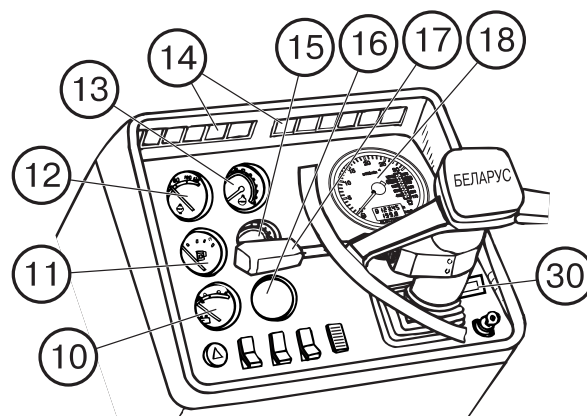
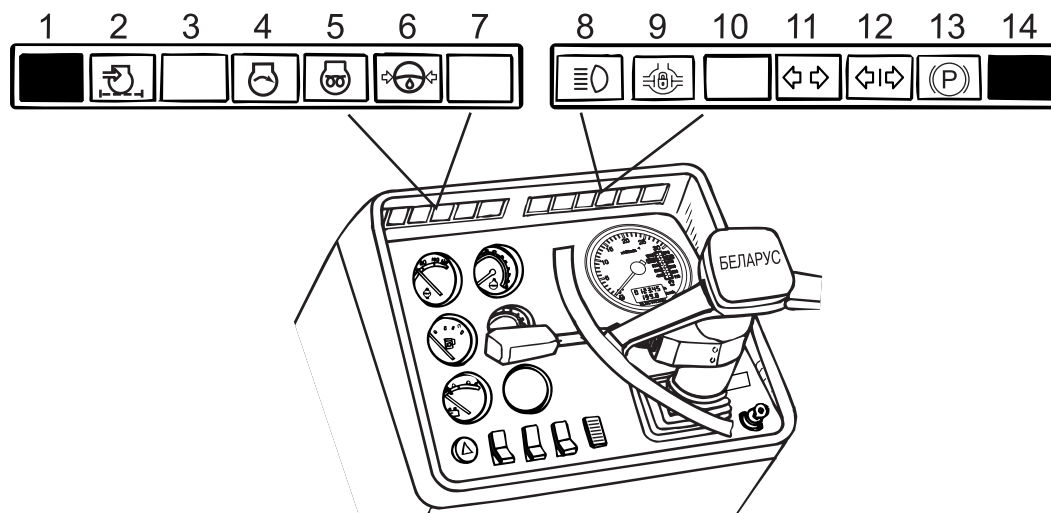
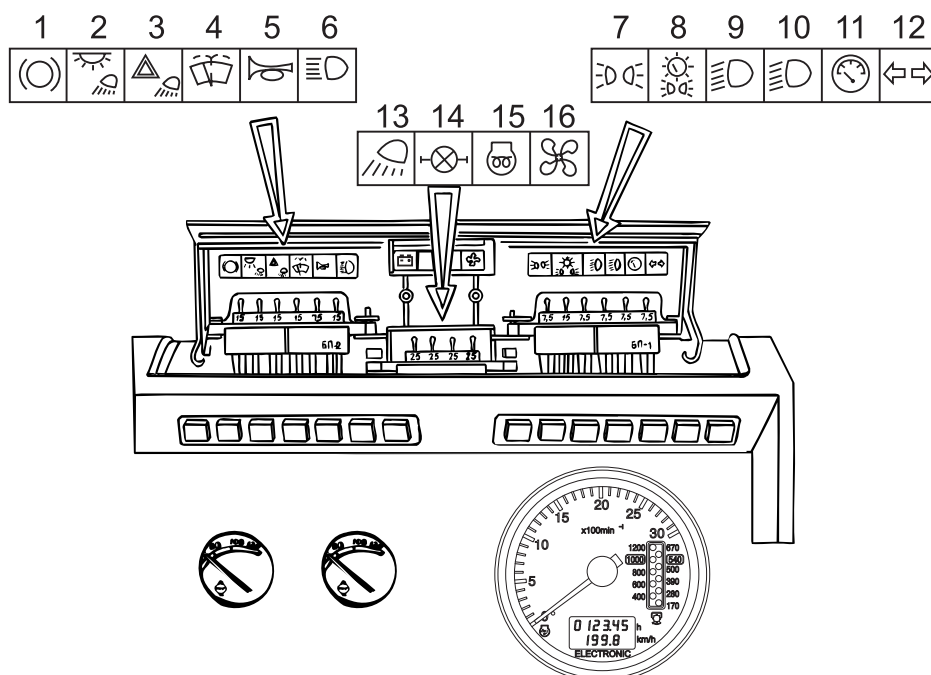

Рис. 8.1
Рис.8.2. Блоки контрольных ламп:
Рис.9. Блоки предохранителей с плавкими вставками
На тракторы могут устанавливаться щитки приборов с автономными приборами (рис. 8.1) или с комбинацией приборов (рис. 8.1а), на них также расположены блоки контрольных ламп (рис. 8.2), а внутри щитков смонтированы три блока предохранителей с плавкими вставками для защиты электрических цепей (рис. 9).
Рис. 8.1а
- 14— блоки контрольных ламп. Назначение контрольных ламп в блоках показано на рис. 8.2.